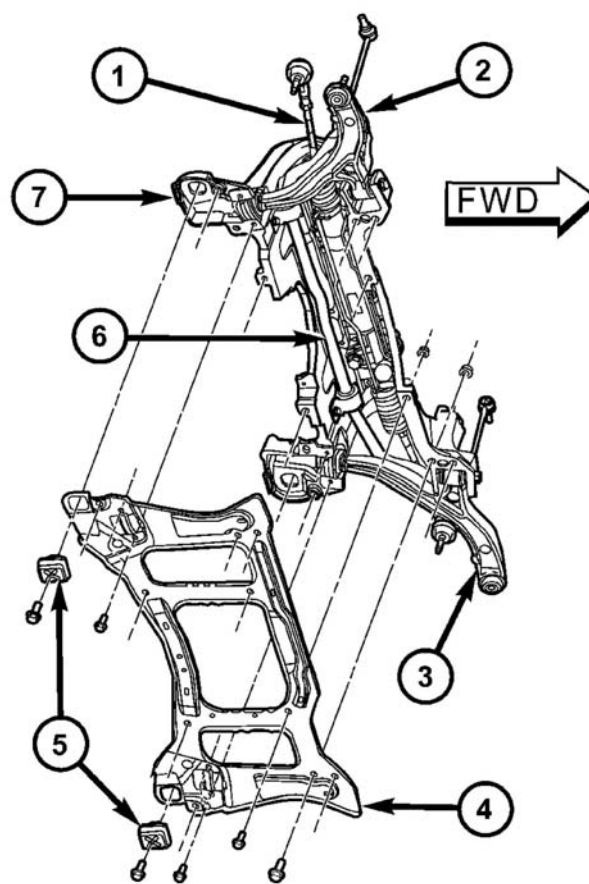
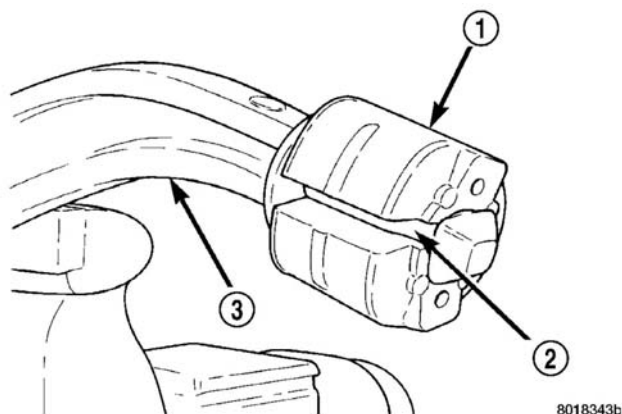

图 22 托架横梁加强件的连接
图 23 划开的下控制臂后衬套
(5) 卸下下控制臂后衬套止动螺栓，它们位于各个下控制臂后衬套的每一侧。
(6) 卸下将托架横梁加强件装到前悬架托架横梁上的螺栓（图 22）。卸下将加强件和托架横梁的后部装到车身上的 2 个螺栓。卸下加强件。
(7) 卸下将下控制臂的前衬套装到前悬架托架横梁的枢轴螺栓。
(8) 卸下下控制臂。
- (1) 将下控制臂从前悬架托架上拆卸下来。（参见 2—悬架系统 / 前 / 下控制臂—拆卸）
- (2) 用虎钳夹住下控制臂，但不要过度用力。
- (3) 用利刃（例如刀片）顺着衬套纵向剥开（图 23），使其与下控制臂分离（图 23）。
- (4) 从下控制臂上卸下衬套。
(1) 将下控制臂总成置入前悬架托架横梁内，将衬套导入装配位置（图 22）。
(3) 将加强件安装到前悬架托架横梁上，安装连接加强件与托架横梁的螺栓（图 22）。M14 螺栓的紧固扭矩为  $153 \text{ N} \cdot \text{m}$  (113 ft.lbs.)；M12 的螺栓紧固扭矩为  $106 \text{ N} \cdot \text{m}$  (78 ft.lbs.)。
(4) 穿过加强件将下控制臂后衬套止动螺栓安装到各个下控制臂后衬套的每一侧。这些 M10 的螺栓的紧固扭矩为  $61 \text{ N} \cdot \text{m}$  (45 ft.lbs.)。
(5) 安装将加强件和托架横梁后部连接到车身上的两个螺栓和衬套（图 23）。紧固螺栓至  $163 \text{ N} \cdot \text{m}$  (120 ft.lbs.) 的扭矩。